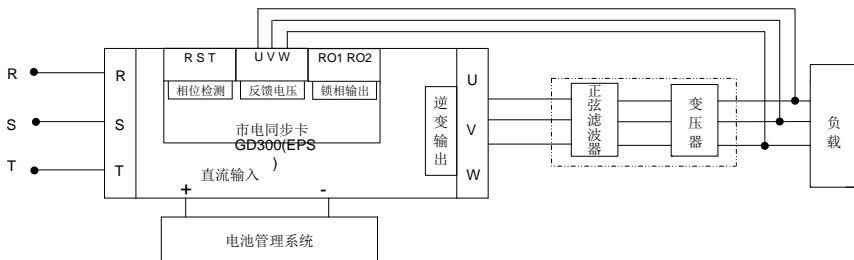

图 4.4 PID 电压闭环控制示意图
PID 调节应用，如图 4.4 反馈电压接入市电同步卡 U、V、W 端子。
- (1) 按图 4.4 接好反馈电压线路 (反馈电压由负载前端直接接入端子板 UVW 端子)。
- (2) 具体功能参数按照电压控制基本参数表和电压闭环控制应用参数表。
- (3) 运行变频器, 查看输出电压有效值 (P23.03) 是否达到设置值; 否则根据 PID 原理, 调节 PID 参数达到控制要求。
- (4) 若是 P20.00=1 (SPWM 模式) 时: 由于 SPWM 电压利用率较 SVPWM 低, 仅仅调高母线电压是无法提升输出电压, 若想获得 380V 线电压输出, 需要将 P20.01/P20.02/P20.03 电压调节系数修改为 115.7, 同时需要将母线电压至少提升到 621.7V, 这样才能取得 SVPWM 等同控制效果。